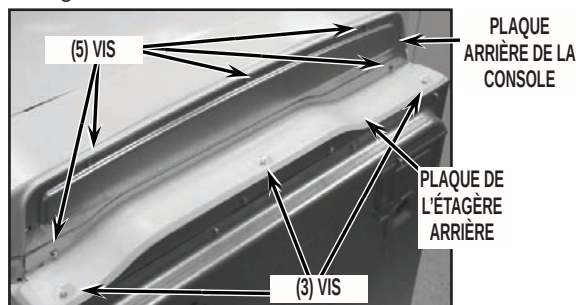

FIGURE 1
2. Déposer la plaque arrière de la console et la plaque de l'étagère arrière : ôter les huit (8) vis de fixation appropriées. Voir la Figure 1.